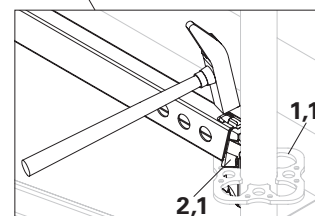

Fig. A1.02a
3. Fissare saldamente tutti i cunei con un martello. (Fig. A1.02a)
4. Fissare saldamente tutti i cunei con un martello. (Fig. A1.02a)
5. Fissare i correnti orizzontali (2) alla rosetta su entrambi i lati (1.1) utilizzando le teste dei correnti e dei cunei (2.1). (Fig. A1.02a)
6. Fissare saldamente tutti i cunei con un martello. (Fig. A1.02a)
2. Fissare i correnti orizzontali (2) alla rosetta su entrambi i lati (1.1) utilizzando le teste dei correnti e dei cunei (2.1). (Fig. A1.02a)